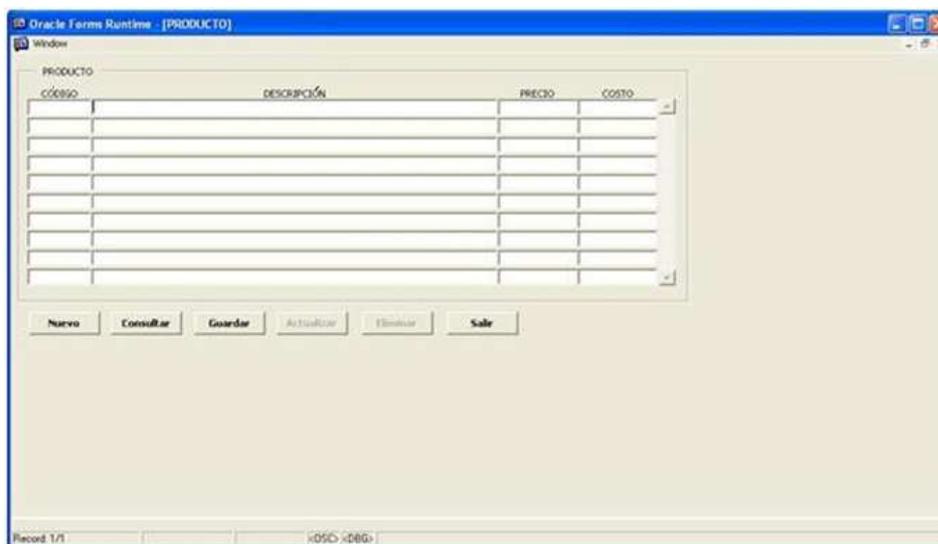

Figura 2-6. Pantalla Mantenimiento de Producción
2. Dé clic en la opción <Producto> y le aparecerá la siguiente pantalla: (Véase figura 2.6).